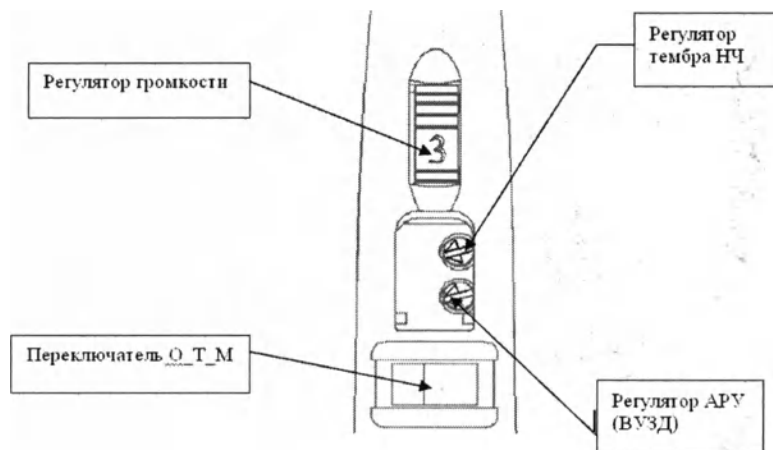

Рисунок 2 Внешний вид СА. Расположение органов управления и настройки СА
5.4.2 Регулировка громкости производится колесиком регулятора усиления (рисунок 2), где: